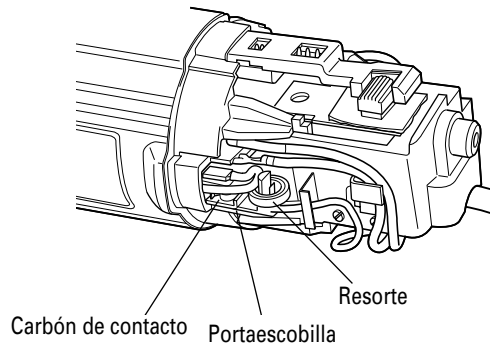

Fig. 7
4. Reemplazo de las escobillas (Fig. 7)